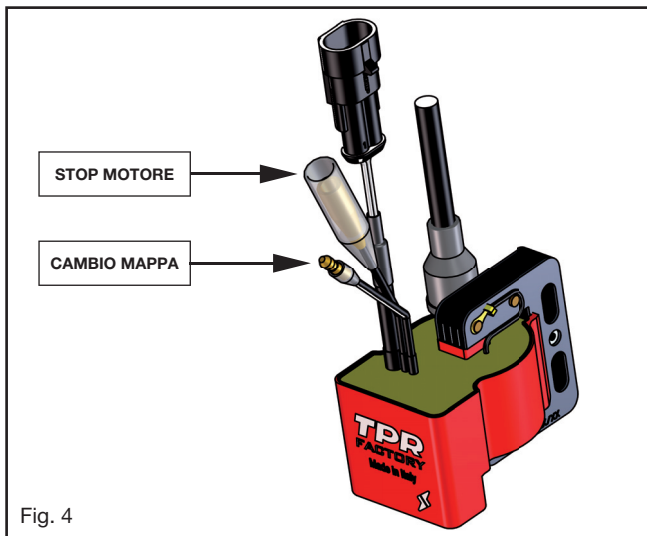

Fig. 4
- Collegare il cavo con connettore femmina (Fig. 4) all'interruttore stop motore; questo cavo, quando collegato a massa, interrompe la scintilla.
- Collegare il cavo maschio (Fig. 4) all'interruttore per il cambio mappa (**NON** fornito nel kit), collegando quest'ultimo a massa sarà possibile utilizzare la Mappa 2; questo collegamento non è indispensabile per il corretto funzionamento dell'accensione a rotore interno.